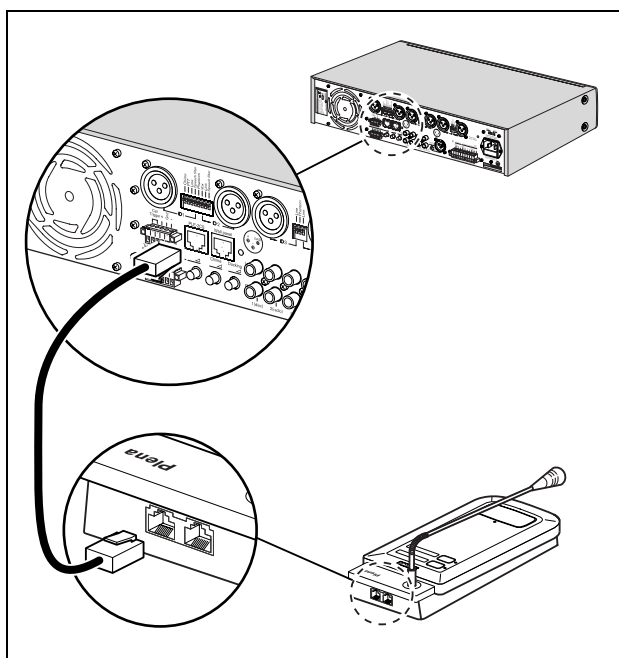

figura 3.1: Ligar a consola de chamadas ao misturador ou ao amplificador do misturador
- 1 Ligu a Consola de chamada de duas zonas Plena ao misturador de duas zonas PLE series ou ao amplificador do misturador utilizando um cabo de Ethernet Cat-5 (consulte figura 3.1). Pode utilizar qualquer uma das tomadas RJ-45.